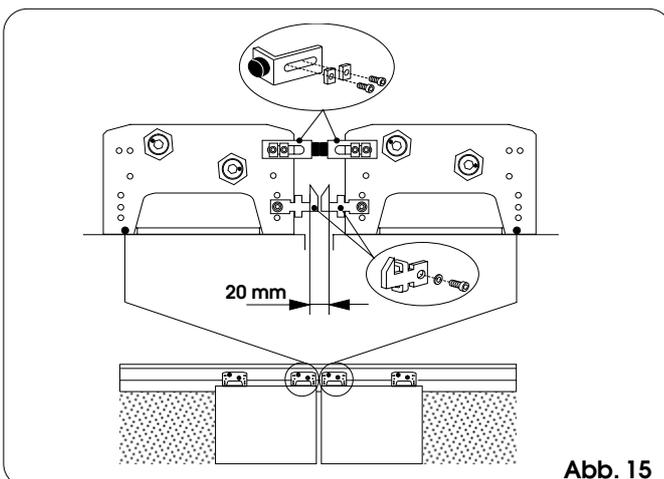

Abb. 15
- Bei Toren mit Doppelflügel: die mechanischen Anschläge für die Schließung auf die Innenschlitten montieren, wie aus Abb. 15 hervorgeht. Wird eine Verriegelung angebracht, so sind die Haken auf den Innenschlitten, wie in Abb. 15 gezeigt, in der mittleren Bohrung der drei vorgesehenen Öffnungen zu befestigen.
Die auf den Innenschlitten montierten Anschläge so einstellen, daß zwischen den geschlossenen Flügeln einige Millimeter Zwischenraum verbleiben. Wird eine Verriegelung eingesetzt, so sollte bei geschlossenen Flügeln überprüft werden, ob die auf den Innenschlitten montierten Haken das an Abb. 15 angegebene Maß einhalten (sollte das ermittelte Maß höher sein, so sind die beiden Innenschlitten einander anzunähern).